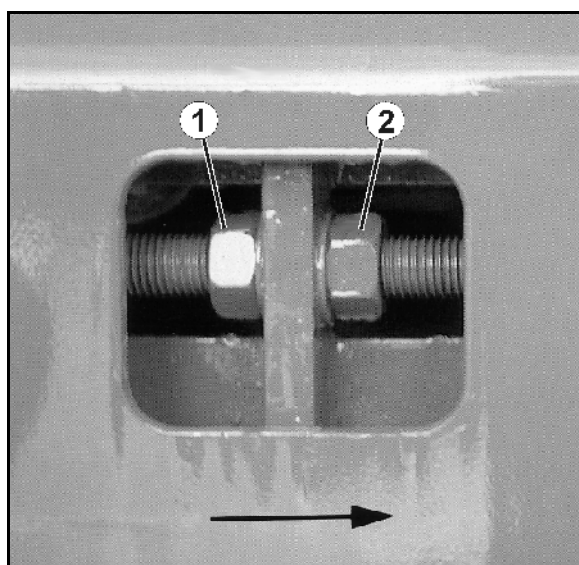

Fig. 78
1. Løs de to bakre kontermutterne (Fig. 78/1) sett i kjøreretning (se pil), ved å dreie dem til venstre.
2. Løs de to bakre mutterne (Fig. 78/2) sett i kjøreretning (se pil), ved å dreie dem til venstre.
Reguleringsveien til mutteren (Fig. 78/2) må være like stor på begge sider av båndbunnen. Begge mutterne (Fig. 78/2) må ikke vris med mer enn en ½ nøkkelomdreining. Trekk fest kontermutterne og kontroller om transportbåndet igjen drives jevnt.